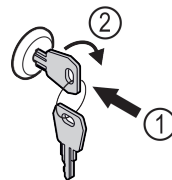

Fig. 190
- ▶ Schlüssel hineindrücken. Fig. 190 (1)
- ▶ Schlüssel um 90° im Uhrzeigersinn drehen. Fig. 190 (2)